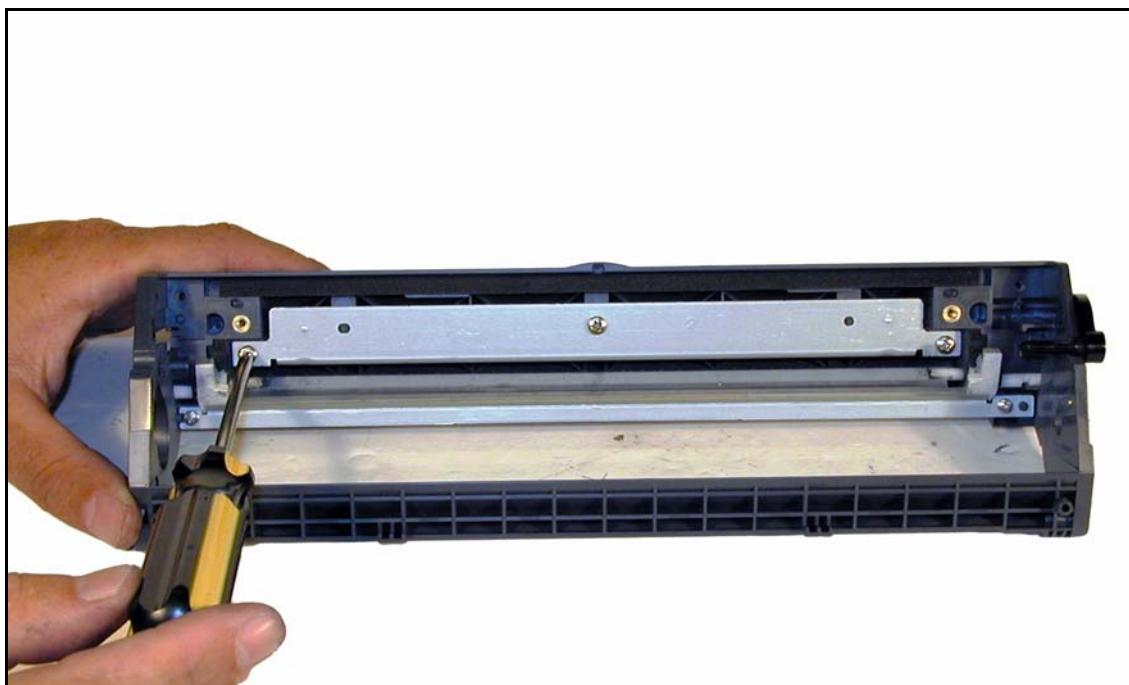

Ilustración 48
39. Reinstalar la abrazadera y los tres tornillos. Ver ilustración 48